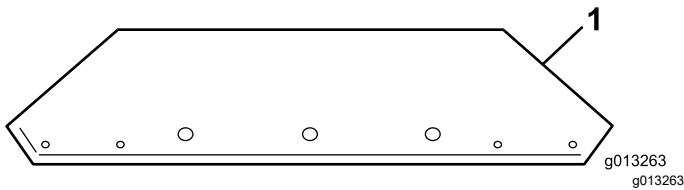
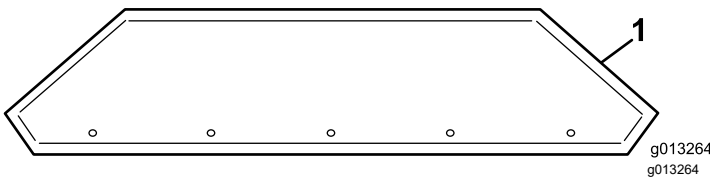

Figura 13
Figura 14
- Îndepărtați extensiile pentru buncărul de alimentare din cutie i identificați partea din faă i cea din spate (Figura 13 i Figura 14).